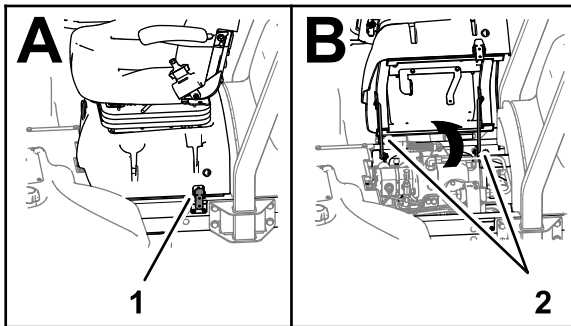

Figure 4
Débranchez toujours les connecteurs de coupure d'alimentation avant de travailler sur les unités de coupe (Figure 4).
1. Déverrouiller la base du siège, basculez le siège et la base en position ouverte et soutenez-les avec les béquilles (Figure 4).